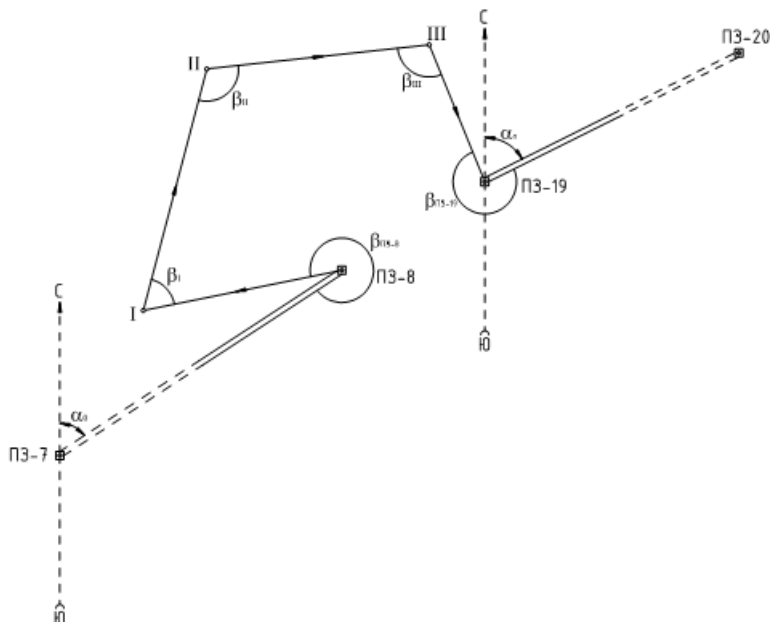

Рис. 1.1. Схема теодолитно-высотного хода съёмочного обоснования
1. Для съемки участка местности (лента ЛЗ20, теодолит 2Т30) между двумя пунктами (знаками) полигонометрии ПЗ-8 и ПЗ-19 проложен теодолитно-высотный ход (рис. 1.1).